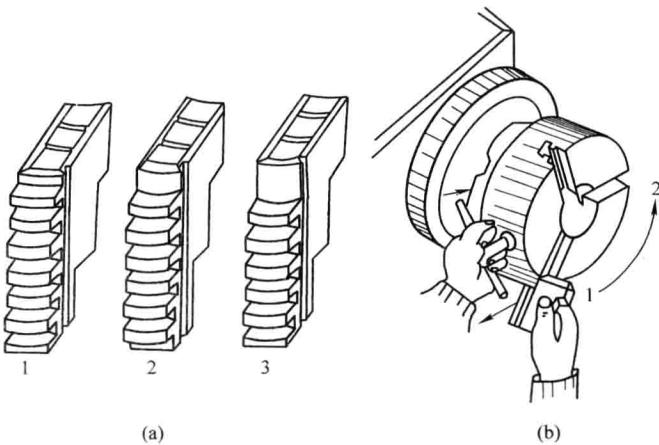

图 2.4 卡爪的安装
(2)安装卡爪时要按照卡爪上 1、2、3 的顺序装配(顺序号打印在“I”字口内)(见图 2.4 (a))。
(3)将卡盘扳手的方榫(见图 2.4(b))插入卡盘外壳圆柱面上的方孔中,按顺时针方向旋转,以驱动大锥齿轮背面的平面螺纹,当平面螺纹入口转到将要接近壳体上的 1 槽时,将 1 号卡爪插入壳体槽内,继续顺时针转动卡盘扳手,将卡爪带入槽内,用同样的方法依次装入 2、3 号卡爪。